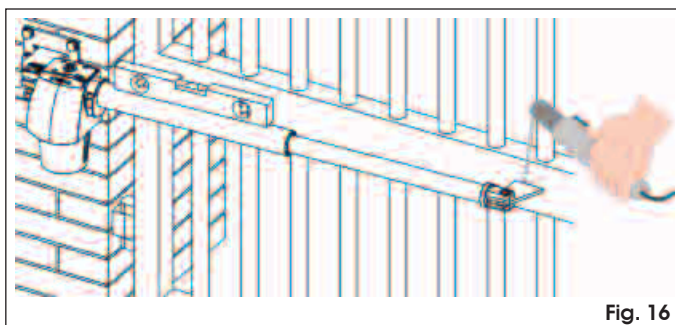

Fig. 16
- Approcher le tube de l'opérateur contre le vantail jusqu'à ce que la patte antérieure soit posée sur le vantail (Fig. 16).
- Contrôler avec un niveau à bulle, l'horizontalité parfaite de l'opérateur et fixer provisoirement la patte antérieure avec deux points de soudure (Fig. 16).